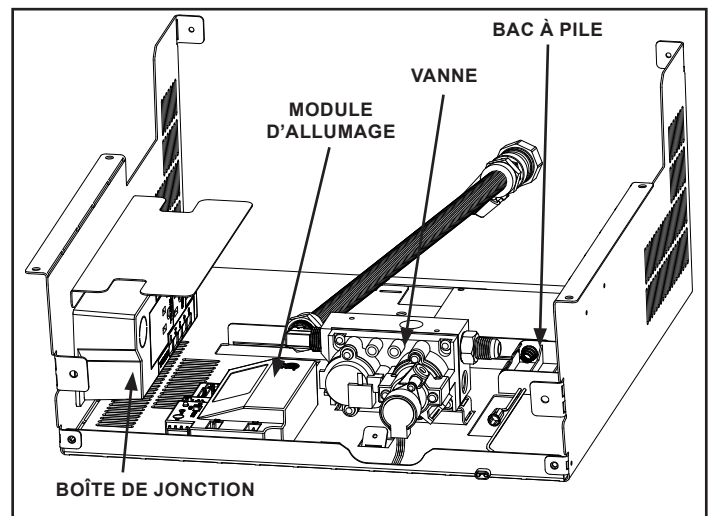

Figure 3.4 Logement des commandes
Le système d'amorçage par veilleuse à allumage intermittent IntelliFire^{MC} Plus possède un système de secours à piles permettant le fonctionnement pendant une panne de courant. Le système offre une transition facile de l'alimentation c.a. de la maison vers les piles de secours. Un bloc-piles installé en usine se trouve dans le logement des commandes du foyer. Voir la figure 3.4. La longévité et la performance des piles seront affectées par une exposition à long terme aux températures de service de cet appareil.
2. Localisez le bac à piles et insérez quatre piles AA. La polarité des piles doit être correcte pour éviter d'endommager le module. Voir la Figure 3.4. Un schéma complet du câblage est inclus dans la section traitant de l'électricité, dans le manuel d'installation de l'appareil.